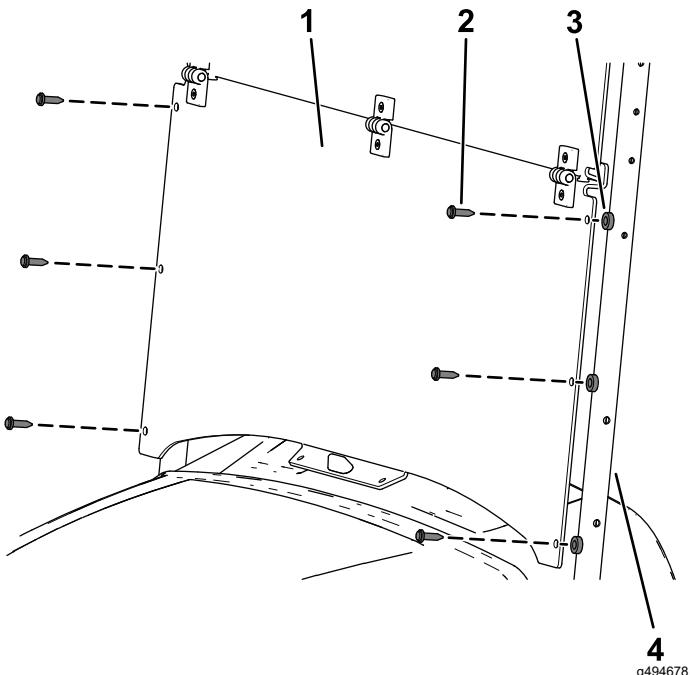

Figure 3
2. Alignez les trous de la partie inférieure du pare-brise et les trous des tubes de support de l'abri (Figure 3).
3. Fixez les côtés du pare-brise aux tubes de support de l'abri à l'aide de 6 entretoises en plastique et 6 longs rivets en plastique (Figure 3).